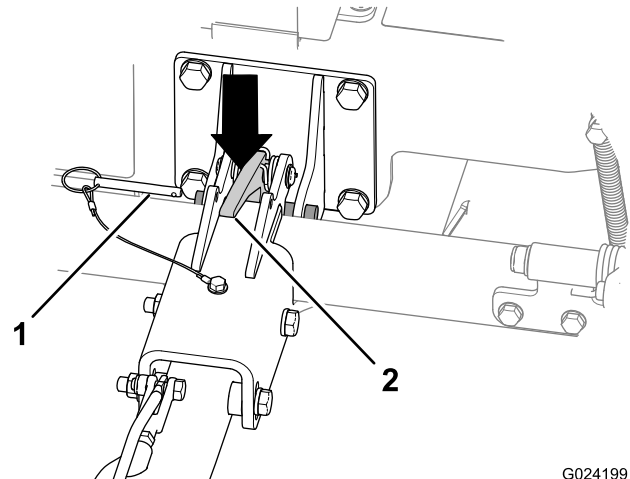

Figura 21
2. Retire el pasador de bloqueo (Figura 21).
4. Presione hacia abajo sobre el cierre de la barra de tracción para desencargar la barra de tracción (Figura 21).